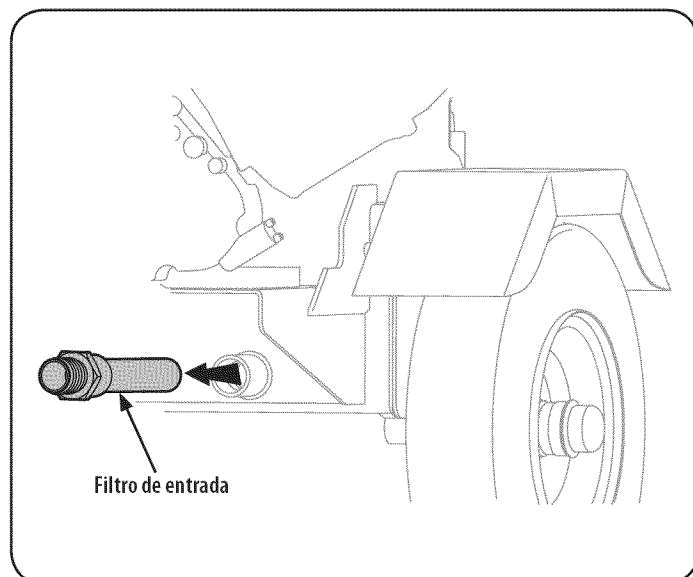

Figura 20
3. Con mucho cuidado desenrosque el filtro de entrada y límpielo con aceite penetrante. Vea la Figura 20.